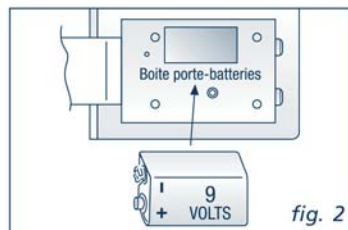

fig. 2
- Enlever les batteries déchargées (fig. 2).